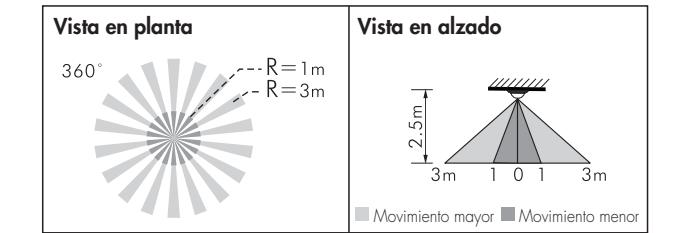

FIG.2
3.1.1 El detector electra e10 tiene muchas aplicaciones en oficinas, salas de reunión, hoteles, aseos, etc. La altura óptima de instalación sugerida son 2,5m, lo que proporciona una área de detección circular de 6m de diámetro (ver FIG.2).